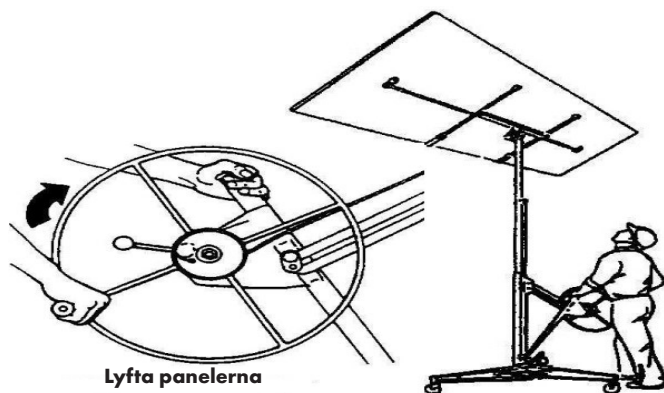

Bild 32
- För att höja panelen, rotera vinschhjulet i den riktning som visas i Fig. 32. Bromsarmen är fjäderbelastad för att hålla vinschen automatiskt på alla höjder.